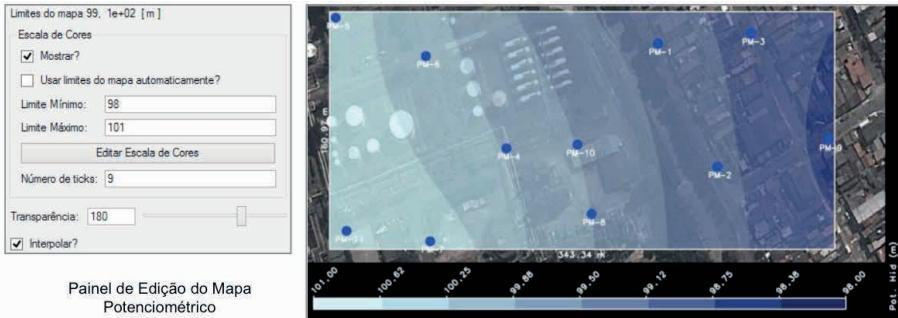

Figura 2.147 Exemplificação de Mapa Potenciométrico.
- **Mapa Potenciométrico:** apresenta o campo potenciométrico através de curvas isopotenciométricas (Figura 2.147).